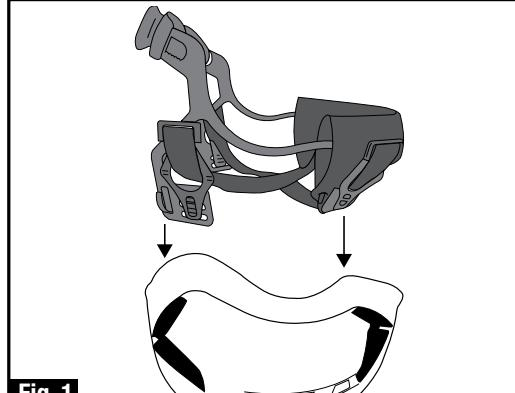

Fig. 1
- Oriente the suspension ratchet with the back of helmet (Figure 1).
- Alinez le cliquet de la coiffe avec l'arrière du casque protecteur (Figure 1).